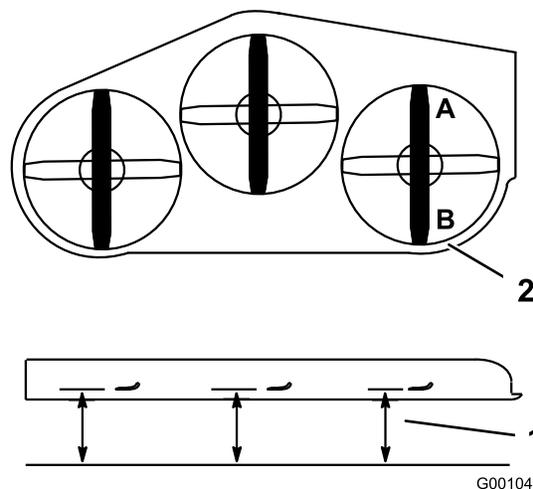

Figura 71
- Coloque una cuchilla en posición longitudinal. Mida en las posiciones **A** y **B** desde una superficie nivelada hasta el filo de corte de los extremos de la cuchilla (Figura 71).
5. Mida en las posiciones C y D (Figura 71) desde una superficie nivelada hasta el filo de corte de las cuchillas.